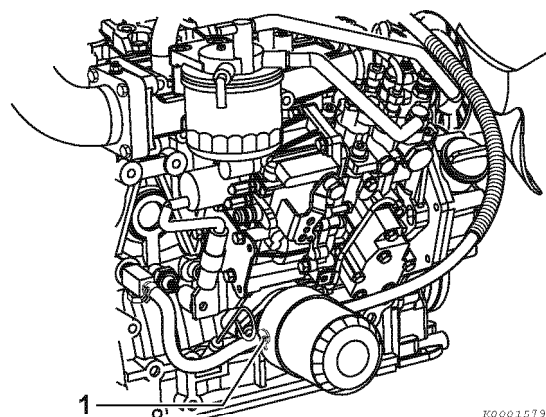

Рисунок 25
- На модели, оснащенной маслоохладителем, снимите с маслоохладителя шланг охлаждающей жидкости (**Рисунок 25, (1)**).